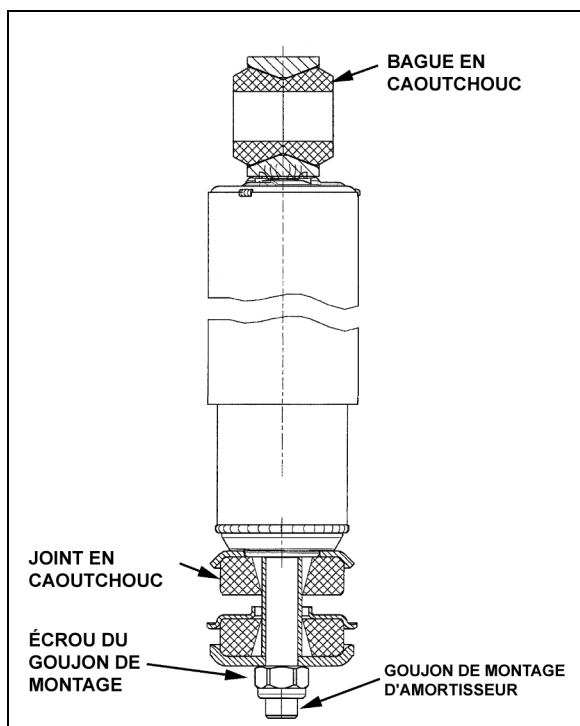

FIGURE 32: AMORTISSEUR
2. Utiliser un pied à coulisse pour mesurer la dimension A sur Figure 32.